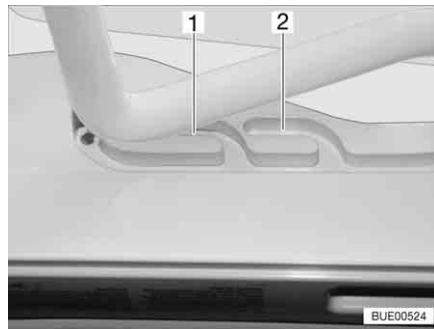
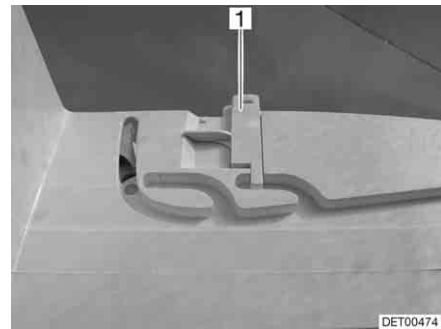

Bild 66 Heki-Dachhaube in Lüftungsstellung
Bild 67 Verriegelung Lüftungsstellung
Die Heki-Dachhaube kann in zwei Lüftungsstellungen gebracht werden: Schlechtwetterstellung (Bild 66,1) und Mittelstellung (Bild 66,2). Je nach Modell kann die Dachhaube in der Mittelstellung mit dem Riegel (Bild 67,1) verriegelt werden.
- Den Bügel leicht nach oben drücken und in die gewählte Führung (Bild 66,1 oder 2) schieben und ggf. verriegeln.